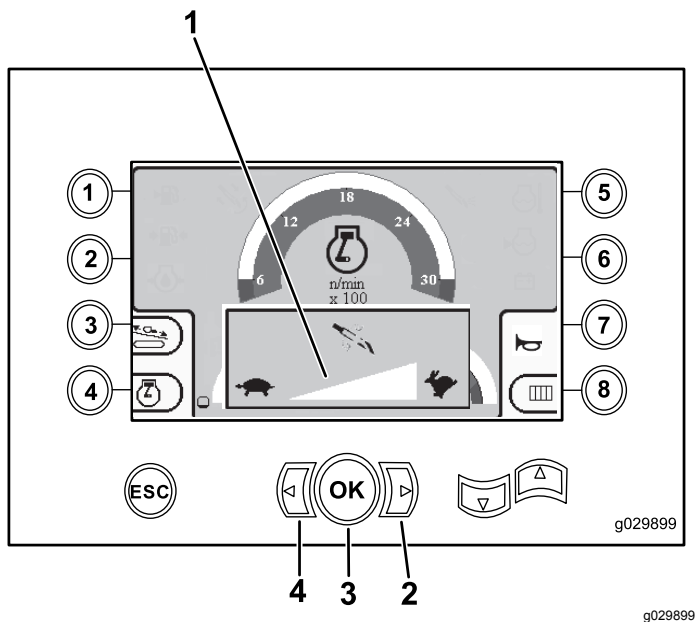

Figura 4
2. Pulse la flecha hacia la izquierda para reducir la velocidad máxima, o pulse la flecha hacia la derecha para aumentar la velocidad máxima (Figura 4).
3. Suelte el botón OK para fijar la velocidad de rotación de la perforadora (Figura 4).